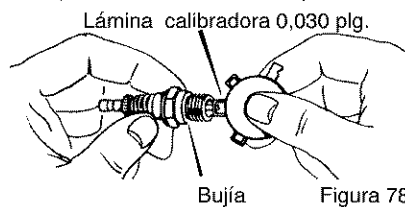

Figura 78
2. Asegúrese de que la bujía esté limpia y libre de materia extraña. Revise el entrehierro de los electrodos usando una lámina calibradora y si fuera necesario, restaure el entrehierro a 0,030 plg. Vea la Figura 78.